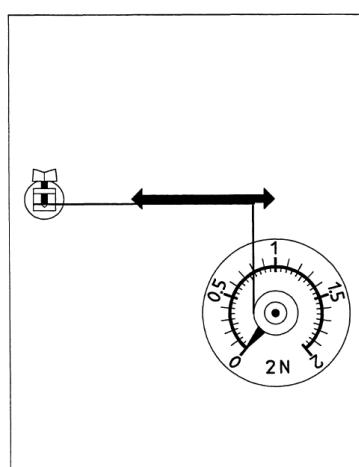

Abbildung 1
- Zwei Zeiger so anlegen, dass sich ihre Seitenkanten auf gleicher Höhe wie die waagerecht stehende Blattfeder befinden (Abb. 1).